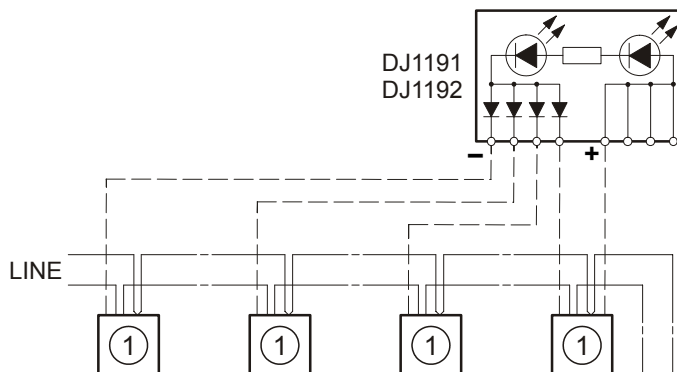

Fig. 10
**Examples for supply network (Fig. 10)**
Legend (Fig. 10)
**Beispiele für das Leitungsnetz (Fig. 10)**
Legende (Fig. 10)
### Exemples pour connexion des lignes (Fig. 10)